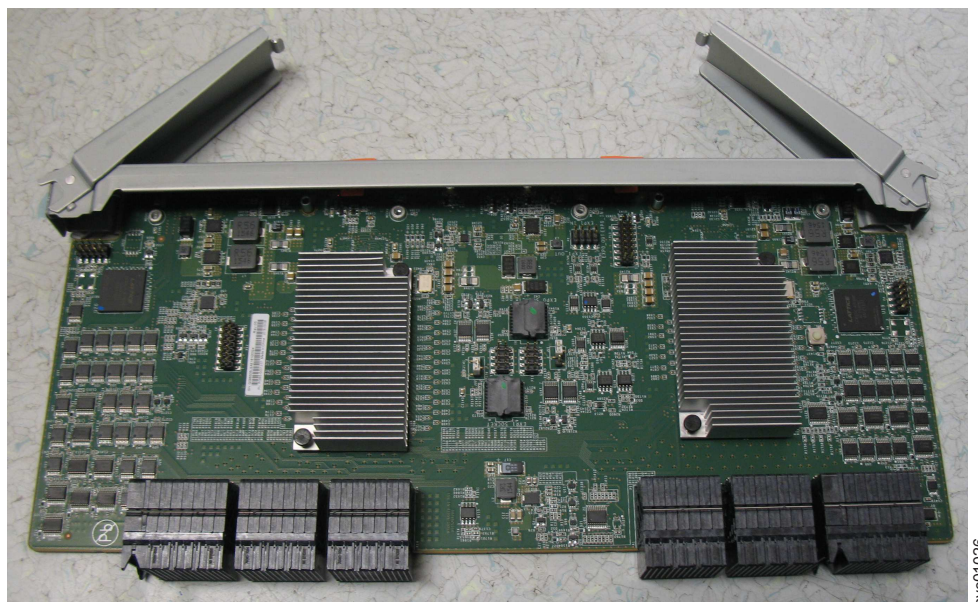

图 117. 从机柜中卸下的辅助扩展器模块
5. 将辅助扩展器模块放在安全的位置，如第 122 页的图 117 中所示。